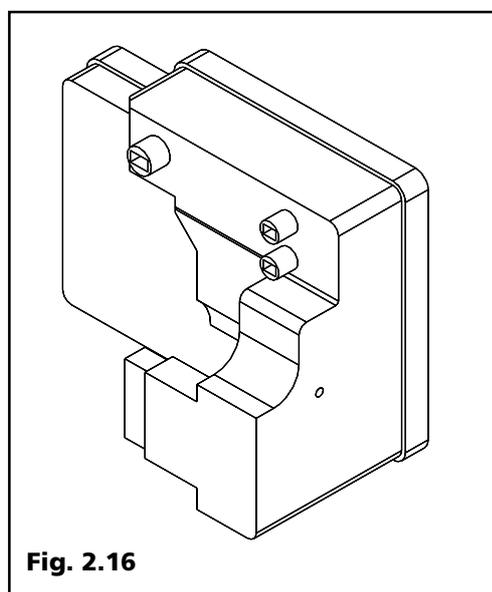

Fig. 2.16
2.10 Apparecchiatura controllo fiamma (Fig. 2.16)